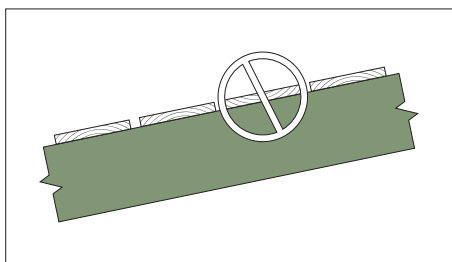

Рис. 4
**Внимание:** при монтаже сплошного деревянного настила следует обратить внимание на то, чтобы фрагменты годовых колец были ориентированы выпуклостями вверх (рис. 4). При использовании влажной древесины окончания шпунтованных или обрезных досок с каждой стороны крепятся на два самореза.